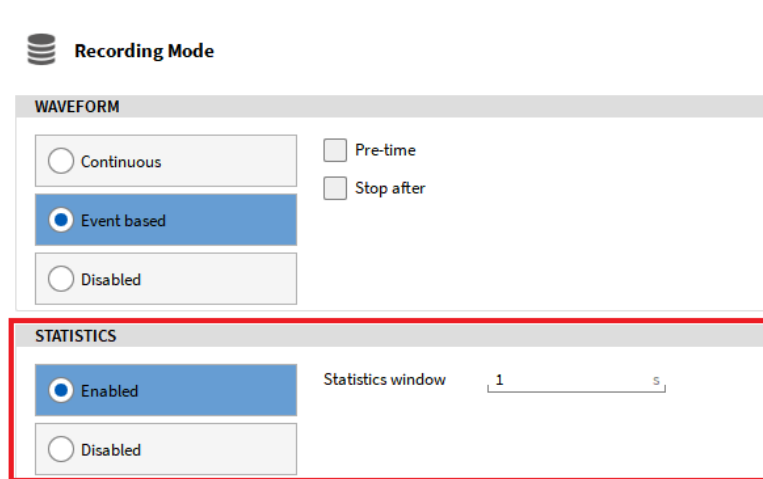

Abb. 9.48: Einstellungen für Statistische Daten im Trigger-Menü
*Default* bezieht sich auf die Einstellungen für die statistischen Daten im Trigger-Menü (siehe Abb. 9.48).